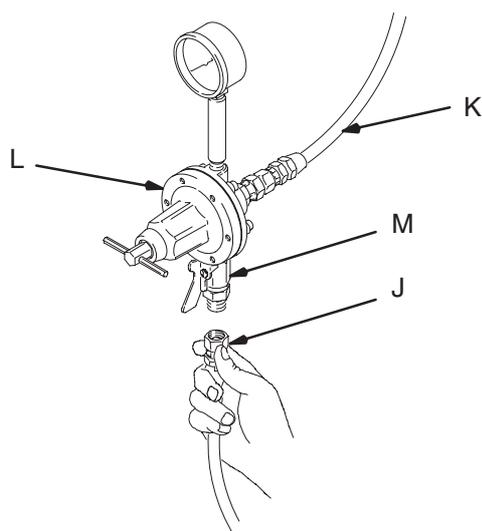

Fig. 5
- Instale un regulador de producto (L) en la línea de fluido para controlar la presión del fluido a la pistola. Vea la Fig. 5.
- C.** Conecte la manguera de fluido (J) en la rosca compuesta de 3/8–18 npsm [R 3/8–19] de la entrada de fluido de la pistola (B).
- D.** Conecte el otro extremo de la manguera de fluido (J) a la línea de suministro de fluido regulado (K).
NOTA: La Fig. 5 muestra el regulador de fluido (L) y la válvula de cierre de fluido (M) en la línea de suministro de fluido (K).